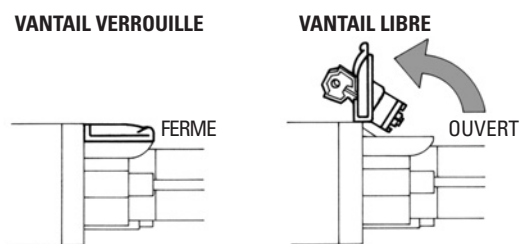
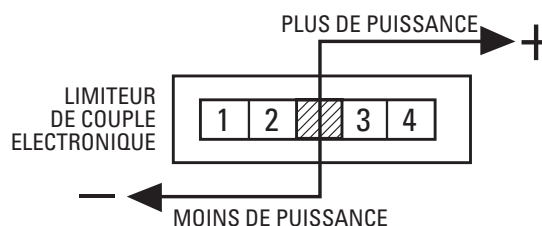

FIG. 2 - Detail du fonctionnement du déverrouillage
FIG. 11
Avant tout il faut pouvoir effectuer la dépose du carter de protection et donc préalablement débloquer l'opérateur pour rendre son fonctionnement manuel possible. Pour cela faire pivoter le petit **couverture de protection** de la serrure de déverrouillage puis engager la **clé** et faire 1/4 de tour dans le sens des aiguilles d'une montre et soulever le **couverture principal** (Fig.2). Une fois ouvert, dévisser les 2 vis qui fixent le carter et le retirer.
- A ce point le NUPI 66 est monté sur le vantail. Le **couvre-cil de déverrouillage** (Fig.2) étant ouvert le portail peut être manoeuvré manuellement et si on referme ce couvercle l'opérateur se bloque et le portail ne peut plus être manoeuvré manuellement. Pour effectuer les raccordements électriques introduire le câble électrique (après avoir desserré le **Serre-câble**) dans la pièce de fixation arrière et le raccorder à la **borne** : le commun centrale et les deux autres fils de art et d'autre en parallèle avec Condensateur fourni (Fig.9 pag.4). Après il faut remettre et serrer le **Serre-câble**. Lorsque l'on mettra en route le programmeur **Elpro 7 RP** on positionnera le Limiteur de couple dans la position n°3 pour faire les premiers essais et on l'ajustera par la suite (Fig.10 page5 et Fig.11 page6)